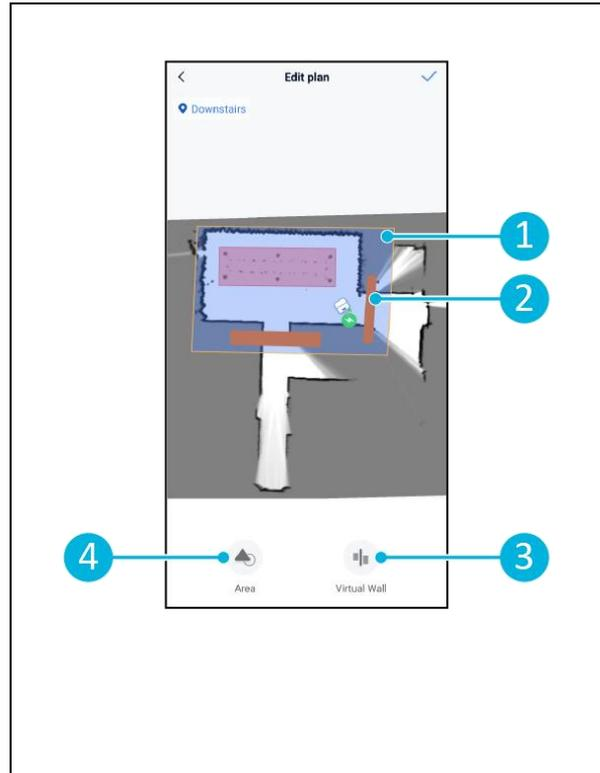

Figura 24
5. Cree el Área (Figura 24pos.1) y (Figura 24, pos. 4) que limpiará el co-botic™ 45.
6. Crear, si es necesario, un muro virtual (Figura 24pos.2) y (Figura 24, pos. 3).
6. Crear, si es necesario, un muro virtual (Figura 24 pos.2) y (Figura 24, pos. 3)